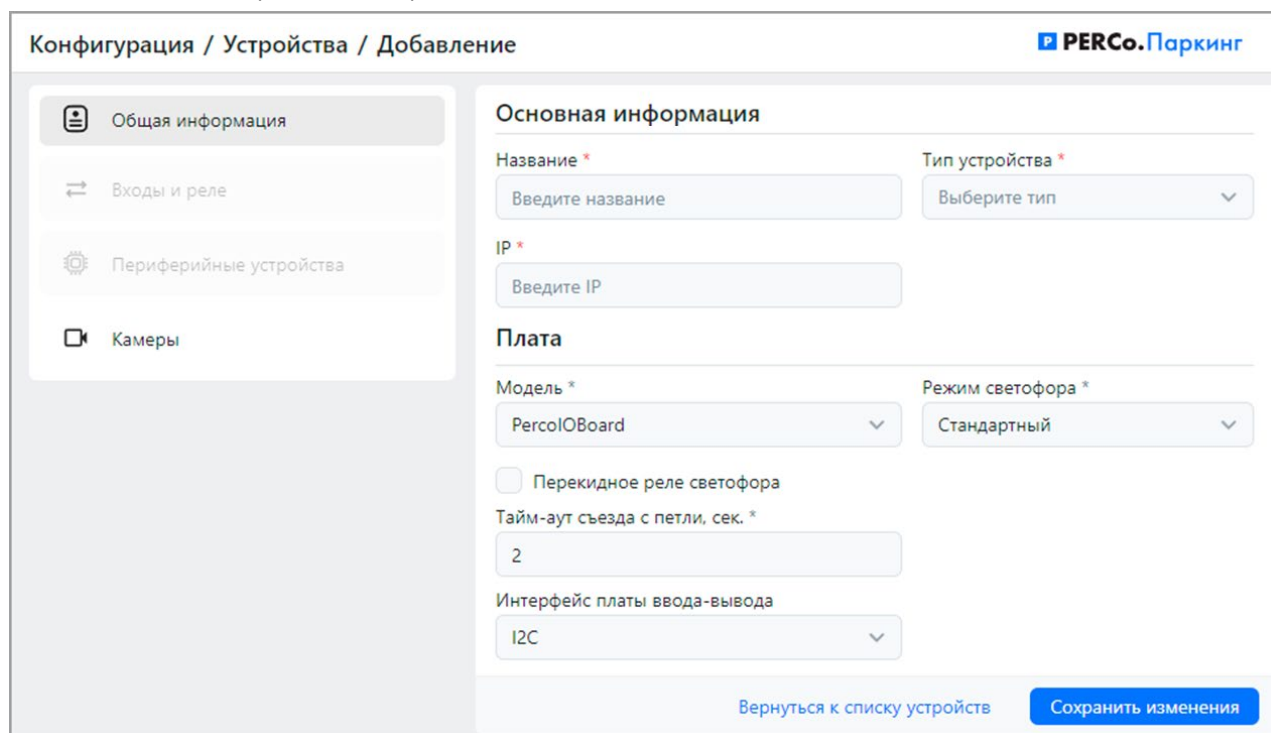

Рисунок 10. Окно добавления устройства
6. Нажмите на панели инструментов страницы кнопку  **Добавить**. Откроется окно **Добавление** (см. рис. 10).